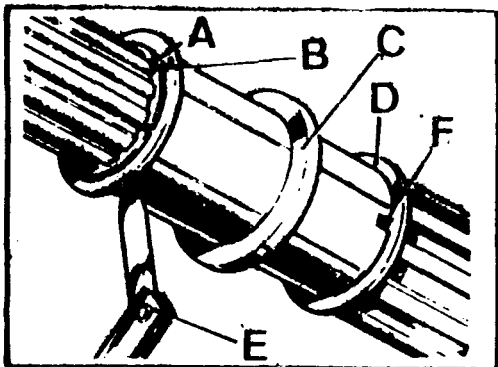

Fig. C-103 Verificación del juego longitudinal del manguito espaciador
- 3.2.6. Verificar el juego longitudinal del manguito, C (Fig. C-103) que debe quedar comprendido entre 0,05 á 0,20 mm. El ajuste se realiza sustituyendo cualquiera de las arandelas, para lo cual se dispone de recambios con diferentes gruesos.
- 3.2.7. Una vez que el juego longitudinal de los engranajes y manguito sea correcto se retiarán el arillo elástico, A, (Fig. C-103), arandela de empuje, B, para el engranaje de tercera y el manguito, C. Si se hubiese quitado, se instalará la espiga para el manguito, asegurándose que la arandela, D, del engranaje de segunda queda perfectamente encajada en su espiga.